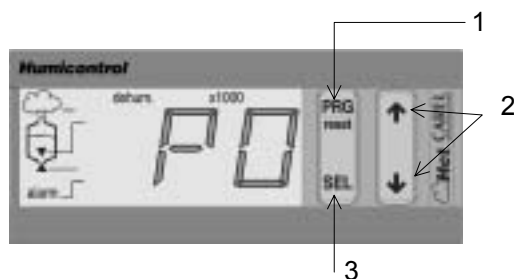

Рис. 8.2.1
1. Нажмите и удерживайте кнопку PRG в течение 5 сек до появления кода P0, соответствующий коду первого параметра (см. рис. 8.2.1);